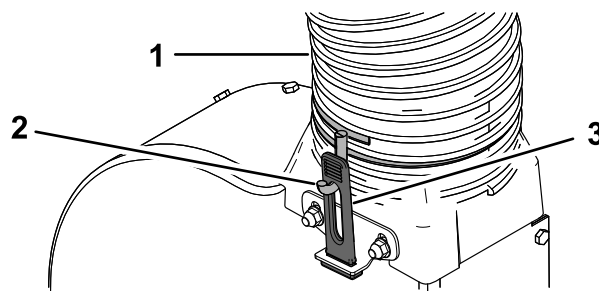

Bild 22
2. Ziehen Sie die Schlauchklemme auf das andere Ende des neuen Schlauchs mit 2 bis 3 Umdrehungen fest (Bild 22).
3. Montieren Sie den Schlauch über den Gebläse Übergang, so dass der Schlauch einen ca. 90-Grad-Bogen an der Haube bildet. Stellen Sie die Ausrichtung der Schlauchklemmhaken nach Bedarf so ein, dass sie mit den Gummriegeln übereinstimmen, und befestigen Sie den Schlauch, indem Sie die Gummriegel über die Haken ziehen (**Bild 22**).